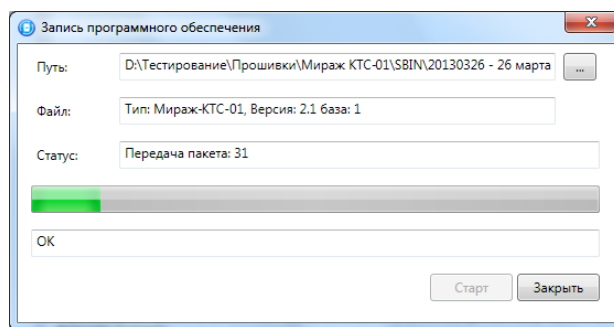

Рис. 40 Запись программного обеспечения
- ✓ в окне *Загрузка ПО* нажмите кнопку *Старт* (рис. 40), после чего процесс записи ПО начнется. В окне будет отображаться количество переданных пакетов;